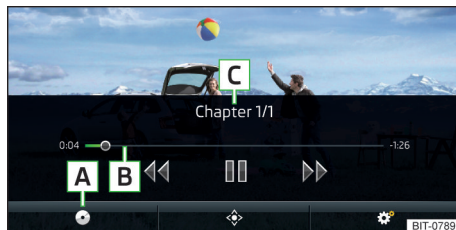

Fig. 174
Meniul principal » fig. 174
Derularea înainte/înapoi a videoclipului la momentul dorit	Atingerea axei de timp de redare B » fig. 174 la pagina 156
- Pentru **afișarea** meniului DVD, în meniul principal *Video-DVD* atingeți suprafața de comandă funcții ◆ » fig. 174 la pagina 156.